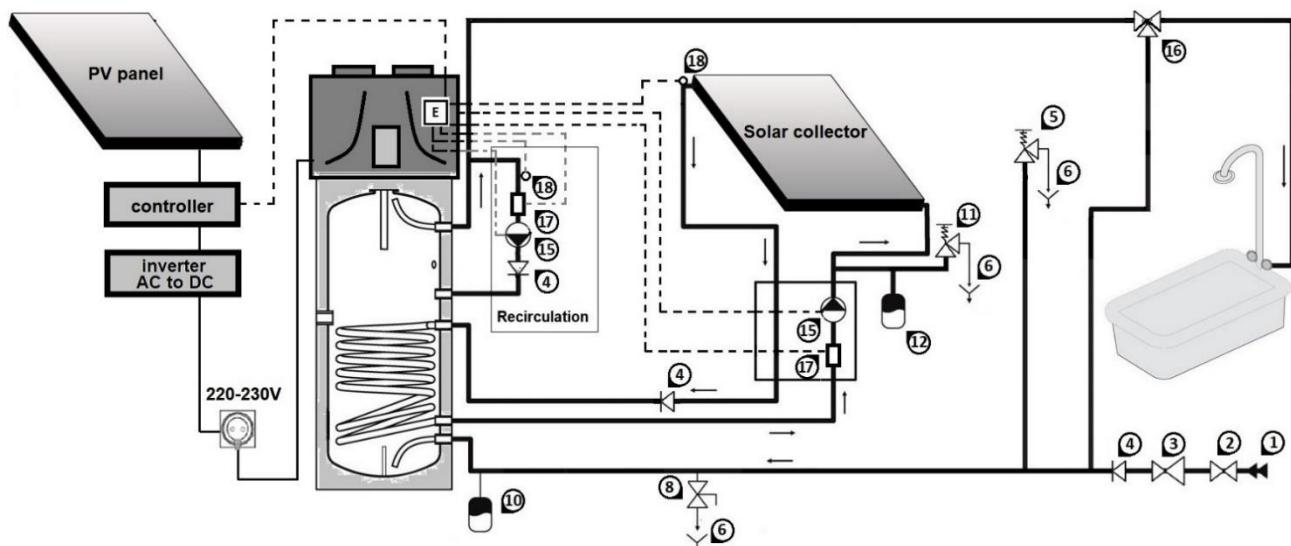
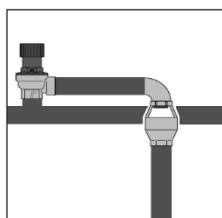

Fig. 8 Conectarea la sistemul de alimentare cu apă și la colectorul solar
Fig.8a
Următoarea ilustrație (Fig. 8) prezintă un exemplu de conexiune la alimentarea cu apă.
- *Instalatorul de sistem trebuie să instaleze o supapă de siguranță de 8 bari pe conducta de intrare a apei reci (Fig. 8).*
NOTĂ: Supapa de siguranță trebuie să fie deschisă manual în mod regulat pentru a preveni acumularea de calcar și / sau blocaje (Fig. 8).
NOTĂ: Conducta de scurgere 6 (Fig. 8), a supapei de siguranță, trebuie instalată cu o pantă continuă descendenta și într-un loc unde este protejat de îngheț. Utilizarea unui sifon special (Fig.8a) este obligatorie!
ATENȚIE! Pompa de căldură pentru producerea apei calde menajere este capabilă să încălzească apa la peste 65 ° C. Pentru protecția împotriva arderii, se recomandă instalarea unui mixer termostatice automat 16 (Fig. 8) la ieșirea apei calde
Umpleți rezervorul de apă deschizând robinetul de admisie 2 (Fig. 8) și robinetul de apă caldă din baia dumneavoastră.